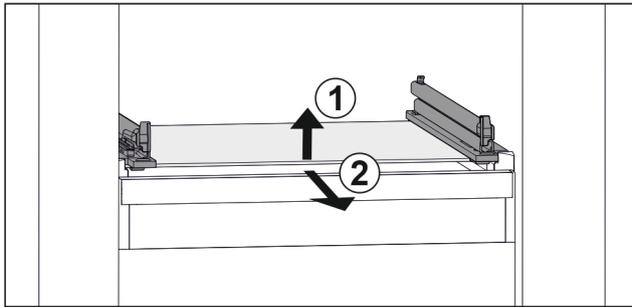

Fig. 123 Representación de la placa de vidrio a modo de ejemplo
- ▶ Levante la placa de vidrio por delante. Fig. 123 (1)
- ▶ Retire la placa de vidrio hacia adelante. Fig. 123 (2)